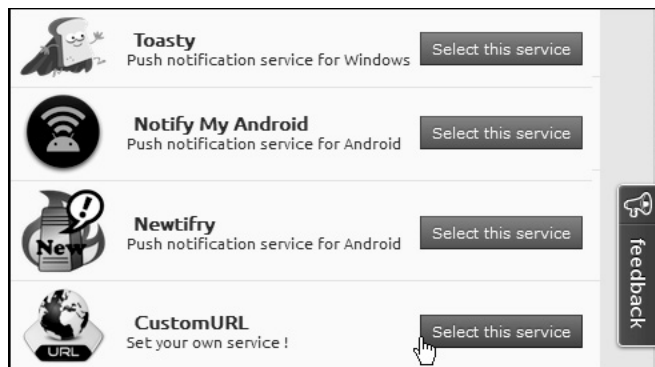

Рис.4
2) Выбрать в PushingBox пункт меню «My Services», нажать «Add a service», затем в самом низу возле иконки «Custom URL» нажать «Select this service» (рис.4).